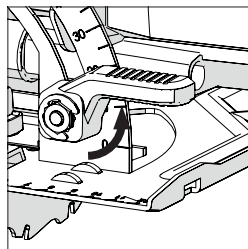

Abb. 13
- Lösen Sie den Winkel-Sperrmechanismus vorn an der Maschine, indem Sie den Daumen-Hebel nach oben ziehen. **(Abb.13)**